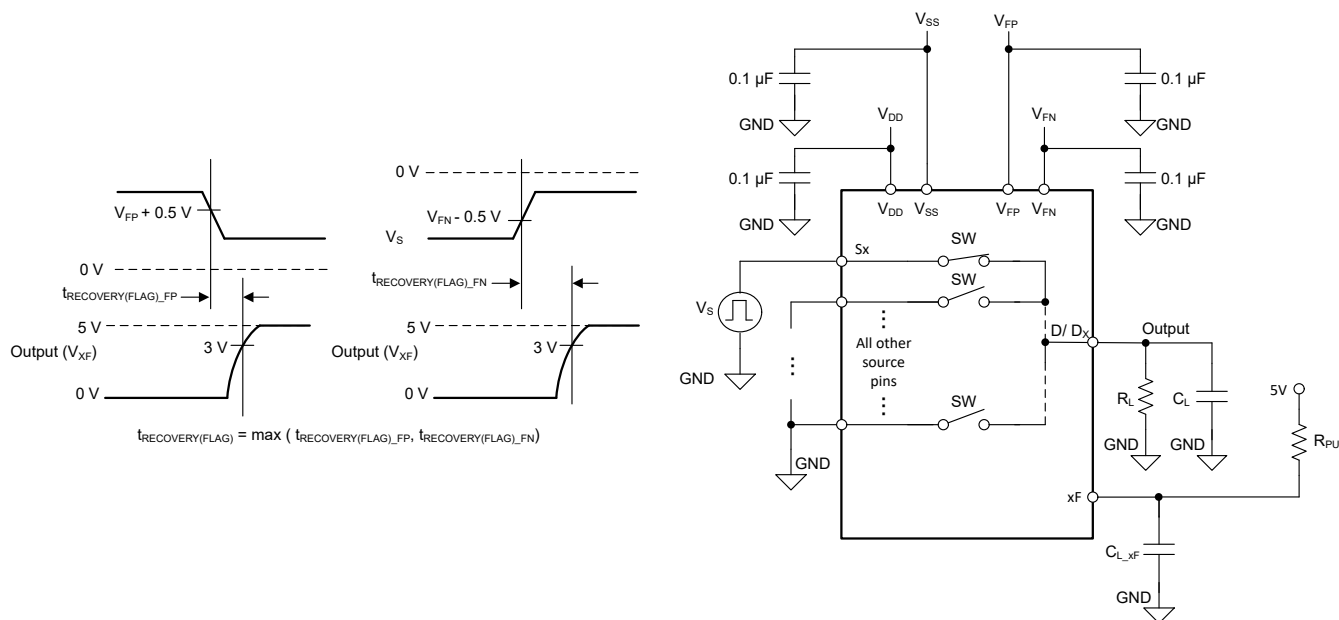

图 7-12. 故障标志恢复时间测量设置
故障标志恢复时间 ($t_{\text{RECOVERY(FLAG)}}$) 测量源电压从过压状态下降到低于故障电源电压 (V_{FP} 或 V_{FN}) 加 0.5V, 与一般故障标志 (FF) 引脚或特定故障标志 (SF) 引脚在 5V 外部上拉时升至 3V 以上之间的延迟。图 7-12 展示了用于测量 $t_{\text{RECOVERY(FLAG)}}$ 的设置。